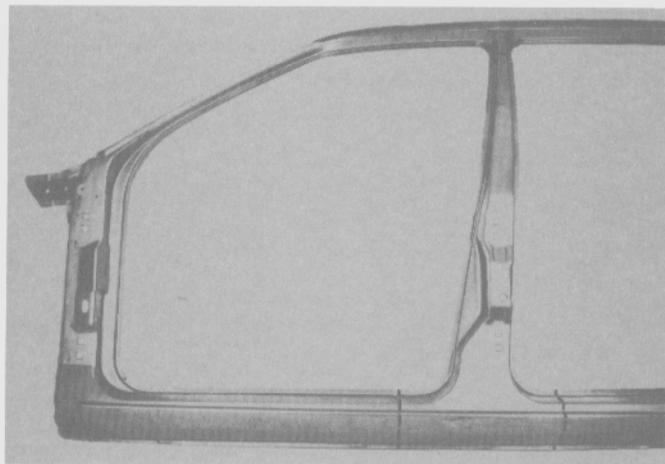

Fig. 264
- Marcar el pilar "B" en el panel lateral nuevo (Fig. 264).